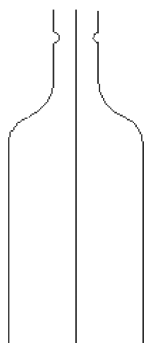

图 6-102 镜像轨迹
(4) 在图形区选取刚创建的 X 轴轨迹，单击菜单栏中的【编辑】|【镜像】选项，在图形区选取“RIGHT”基准面作为镜像面，在图形区单击鼠标中键，完成镜像复制，创建出第 3 条基准曲线，作为一般轨迹，如图 6-102 所示。